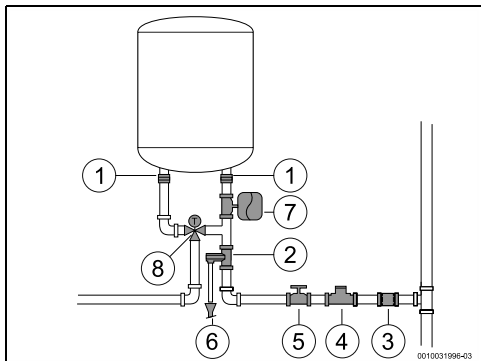

Fig. 13 Ligação de água (ES150/200)
- ▶ Instalar a válvula de segurança na entrada de água do termoacumulador. (Fig. 13, 14).
- ▶ instalar uma válvula redutora (Fig. 13, [4]).
- ▶ instalar um vaso de expansão (Fig. 13, [7]) para evitar que a abertura da válvula de descarga seja tão frequente. O volume do vaso de expansão deve ser o equivalente a 5% do volume do aparelho.
- ▶ Fechar a válvula de corte de água (→Fig. 13, 14).